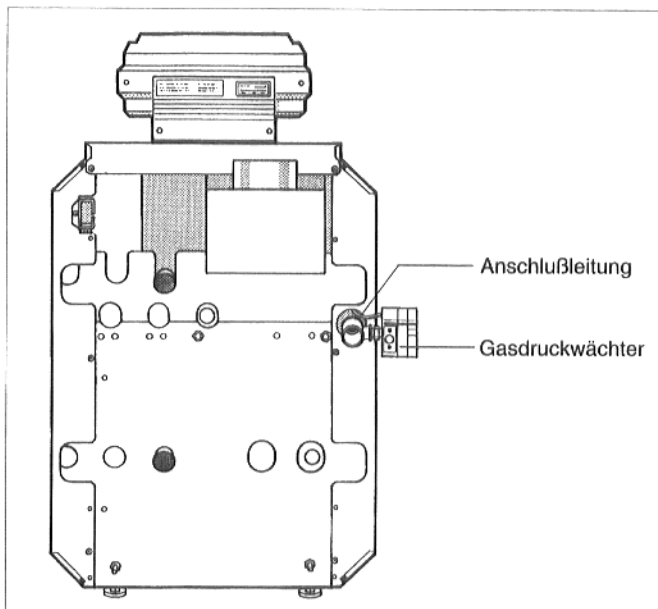

Abb. 2: G124 X
2. Gasdruckwächter unmittelbar am Gasanschluß des Heizkessels **senkrecht (Einstellscheibe nach außen)** in der Gasleitung eindichten (Abb. 2 bis 4). Bei 1/2"-Gasleitung dabei den beiliegenden Reduziernippel verwenden.
4. Anschlußleitung zum Regelgerät führen entsprechend der Montageanweisung des Heizkessels. Bei G124 X abweichend davon Anschlußleitung neben der Gasleitung durch die Kesselrückwand und innen an der rechten Seitenwand entlang zum Regelgerät führen (Abb. 2 bis 4).